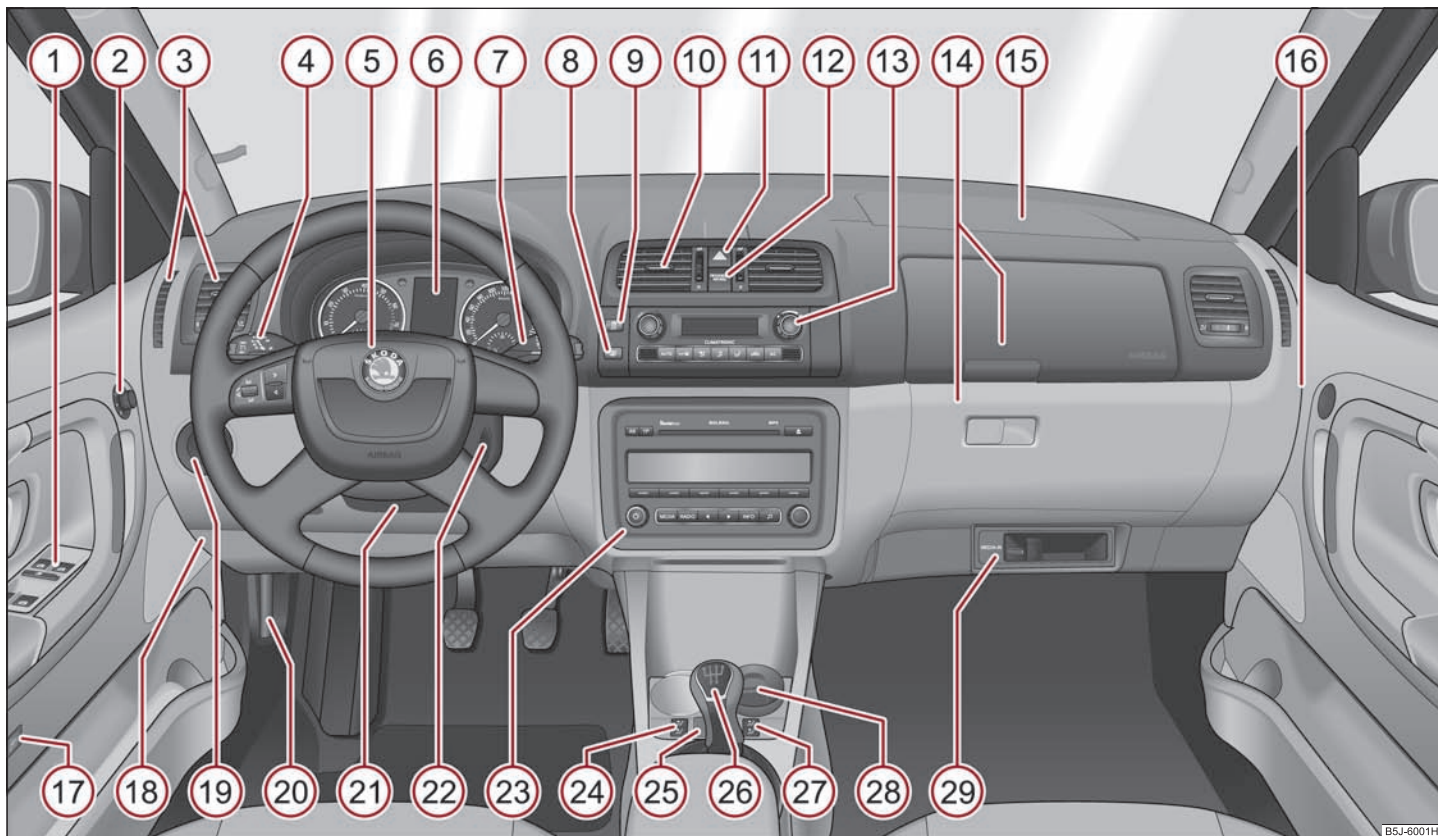

Abb. 1 Einige der in der Abbildung aufgeführten Ausstattungen gehören nur zu bestimmten Modellausführungen oder sind Mehrausstattungen.
- Bei Fahrzeugen mit Rechtslenkung weicht die Anordnung der Bedienungselemente zum Teil von der in ⇒ Seite 8, Abb. 1 gezeigten Anordnung ab. Die Symbole entsprechen jedoch den einzelnen Bedienungselementen. ■